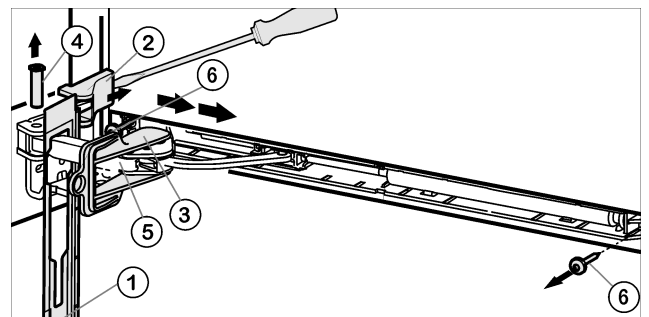

Fig. 5
- ▶ Schuif de afdekplaat naar voren, over de demperbeugel Fig. 5 (5) in de richting van het apparaat.
- ▶ Beveiliging Fig. 5 (3) in het langsgat vastklikken.
- ▶ Afdekking Fig. 5 (2) met een schroevendraaier vanaf de buitenkant optillen en naar buiten afnemen.
- ▶ Bout Fig. 5 (4) van onderaf uitdrukken.
- ▶ Demperbeugel Fig. 5 (5) in de richting van de deur drukken.
- ▶ Afdekplaat Fig. 5 (1) afnemen.
- ▶ Volledige sluitdemper-eenheid afschroeven (2 maal Torx® 15) Fig. 5 (6).